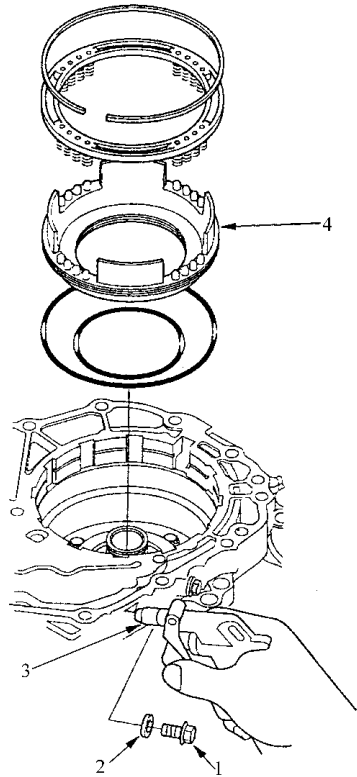

图 5-94 拆卸倒档制动器活塞
31) 如图 5-94 所示，从倒档制动器压力检查孔上，拆卸密封螺栓，施加空气压力来拆卸倒档制动器活塞。